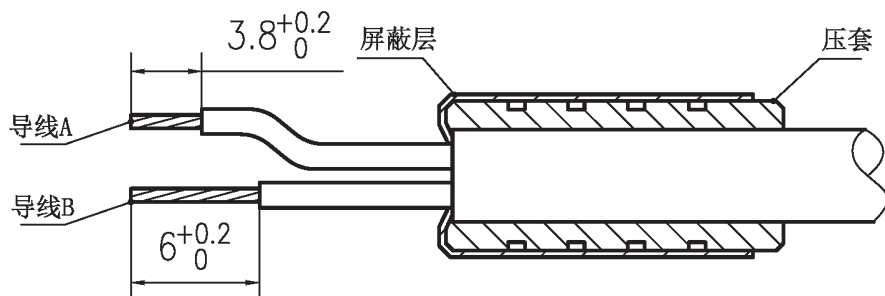

图 3
- (1) 把压套从电缆剥线端旋入，套在电缆外护套上，如图3，压套左端靠近电缆裸露屏蔽层根部；
- (2) 把裸露屏蔽层后翻至压套上，要求：屏蔽层不应损伤，并尽量均匀覆盖压套外圆上；
- (3) 把多余的电缆绝缘支撑剪掉，电缆内部导线按图示尺寸剥线。